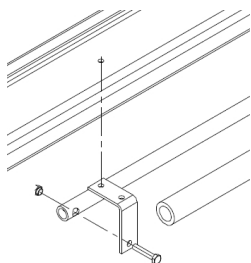
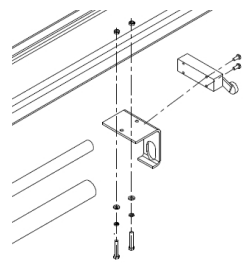

Fig.35 Abb.35
Fig.36 Abb.36
4. Install the safety bar according to fig.35 and fig.36.
4. Installer la barre de sécurité selon figures 35 et 36.
4. Instalar el cable de equilibrio según la fig. 35. El cable puede estar cruzado también por el orificio en el panel antes de fijar ambas columnas.
5. Conectar el tubo de alta presión según la fig. 36. Conectar primero el tubo con la rótula triple debajo de la columna principal y la parte curva debajo de la parte inferior de la columna. Fijarlos después de haber enderezado las columnas.